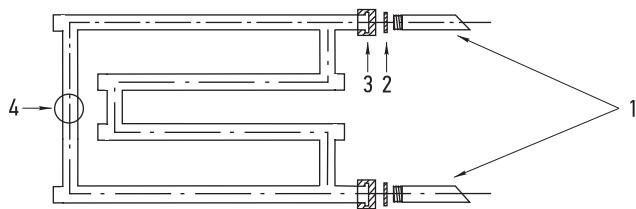

Рис. 4
- 4.1. High-Tech model «G+» и model «L+», комплектуются согласно схеме подключения (рис. 4, 5):
- 6.4. Монтаж полотенцесушителя производить согласно схеме (см. рис. 4, 5, 6).